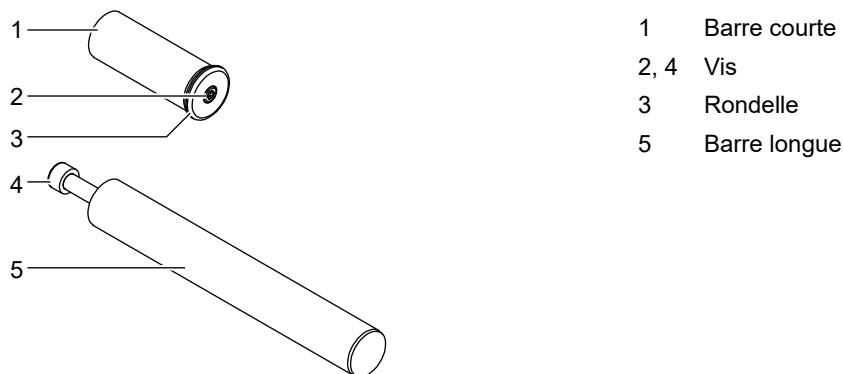

Figure 16 Vue d'ensemble support d'appareil
L'angle d'étiquetage est ajustable grâce au support pivotant. Il est également possible de déplacer la position d'étiquetage le long des barres (▷ Figure 16/1, 5).
La barre courte (▷ Figure 16/1) est fixée au support pivotant à l'aide d'une vis (1). La barre longue (▷ Figure 16/5) avec le palier (3), est montée sur une plaque, un profilé ou au support de colonne. Le support pivotant est articulé et se bloque par une vis de serrage (2).